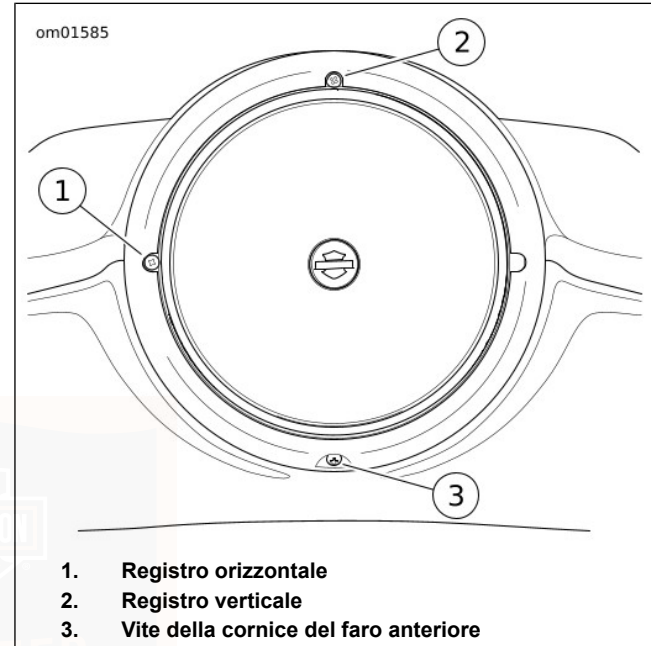

Figura 43. Faro anteriore: Modello FLD
1. Vedere Figura 43. Estrarre la vite alla base della cornice del faro anteriore (anello cromato). Rimuovere la cornice del faro anteriore.
1. Vedere Figura 43. Usando le scanalature di registro nell'anello di rivestimento, inserire un cacciavite Phillips tra l'anello di rivestimento del faro anteriore e la guarnizione di gomma.